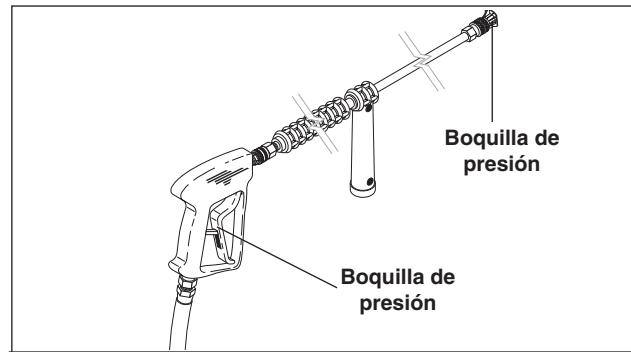

Figura 4 - Instalación de la boquilla/seguro del gatillo
1. Instale la boquilla del conector rápido en el extremo de la varilla. Vea la Figura 4.